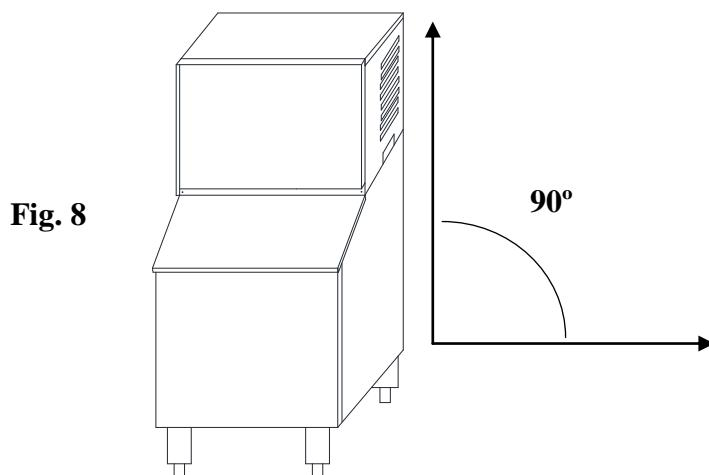

Fig. 8
21. Garantizar que el conjunto esté nivelado usando un nivel de carpintería o herramienta similar, así como girando las patas ajustables (Fig. 8).